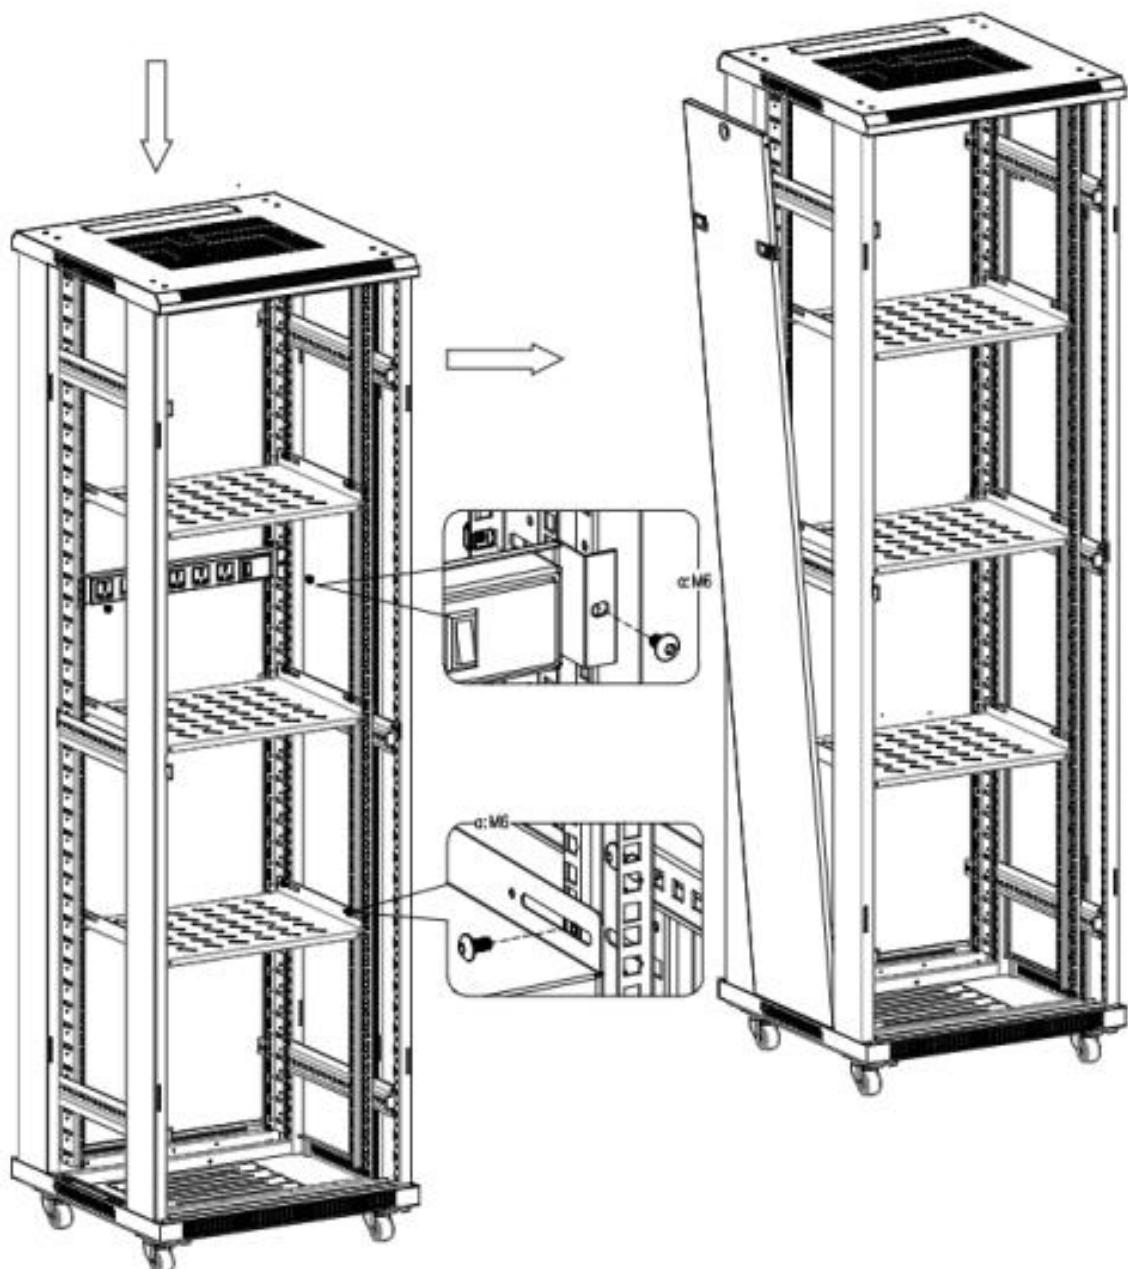

Рисунок 5
6. Установите боковые стенки. Рисунок 5